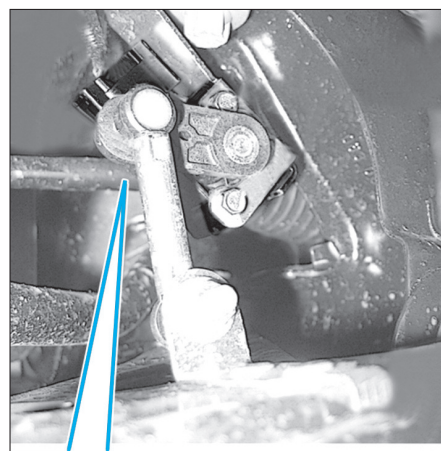

Fig. 21
- Sur les véhicules équipés des projecteurs au xénon, déposer le capteur d'assiette (flèche) (Fig.21),
- Sur les véhicules équipés des projecteurs au xénon, déposer le capteur d'assiette (flèche) (Fig.21).